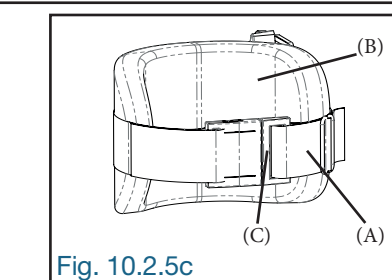

Fig. 10.2.5c
La sangle (A) de la butée de genou (B) doit être ajustée et serrée au corps de l'utilisateur de façon à bien le maintenir en place. Pour se faire, ajuster la longueur de la sangle (A) en la glissant sur la boucle (C) jusqu'à la longueur requise. Une fois la longueur déterminée, bien attacher la boucle (C) (Fig. 10.2.5c).